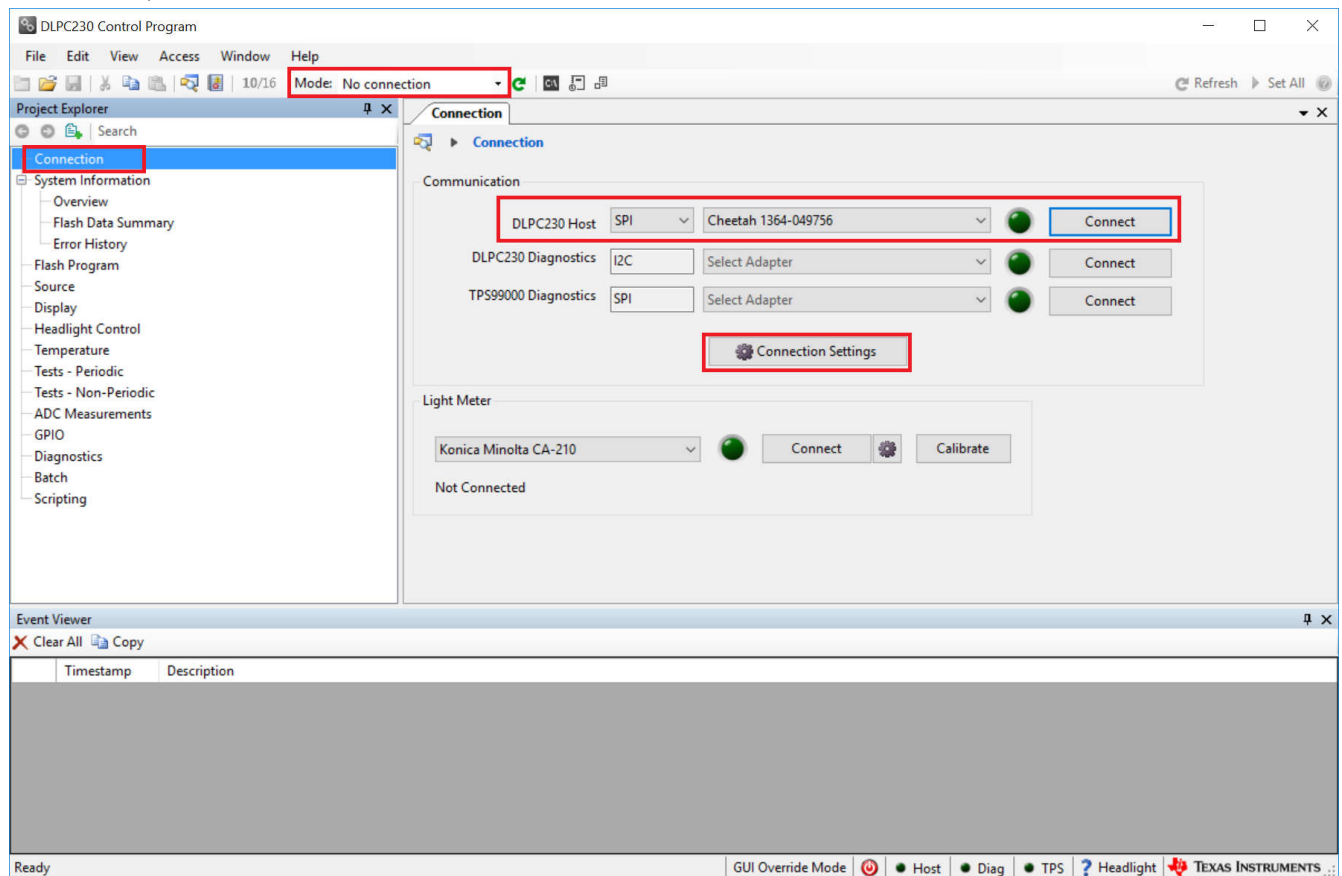

图 2-6. 使用 DLPC230-Q1 Automotive Control Program 连接到 DLPC230-Q1
2. 在 Connection 页面中，将 DLPC230-Q1 Host 设置为 SPI 并从下拉菜单中选择 Cheetah (请参阅图 2-6)。